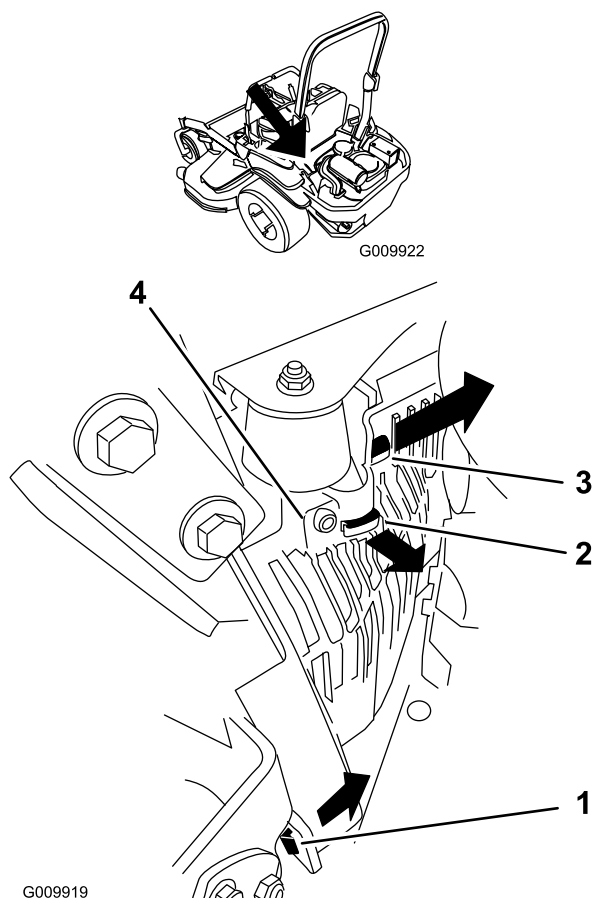

Figure 55
3. Déposez le capot de l'unité hydraulique gauche dans l'ordre indiqué à la Figure 55.
5. Montez le carénage de l'unité hydraulique gauche (Figure 55).